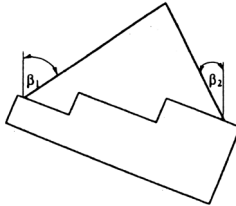

Abbildung 1: Beispiel für ungleiche Neigungswinkel  $\beta$
- Treten bei 2-strängigen Gehängen unterschiedliche Neigungswinkel auf (Abbildung 1), darf nur die Tragfähigkeit eines einzelnen Strangs bei 90° zugrunde gelegt werden.